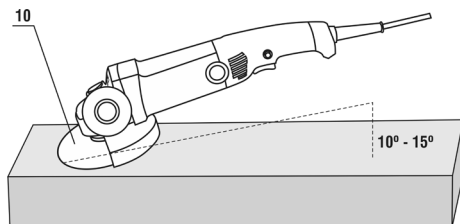

Fig. 10 – Ángulo correcto de esmerilado
- Asegure la máquina en un ángulo de 10° a 15° en relación a la superficie a ser trabajada, Fig. 10. Si el ángulo fuera menor que el recomendado, el trabajo realizado con la herramienta será más difícil de controlar y forzará demasiado el equipo. Si el ángulo fuera mayor que el recomendado la calidad del trabajo quedará comprometida con muchas rugosidades en la superficie trabajada.